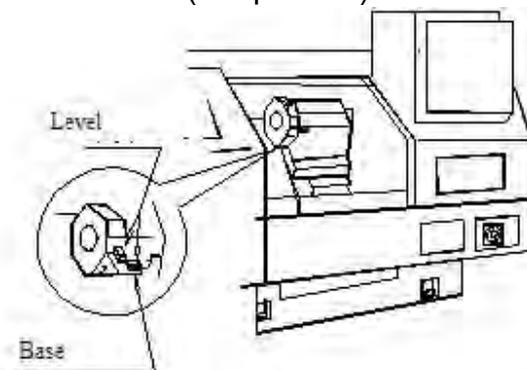

Рис. 25 Схема установки уровня
- ① Зажать тестовую деталь (длина зажима: 15-20 мм) с плотно затянутым центром задней бабки.
- ② Проточите тестовую деталь.
- ③ Измерьте конусность обработанной детали индикатором (измеряя между А и В).
- ④ Извлеките деталь и выдвините шпиндель задней бабки. Закрепите индикатор на переднем конце шпинделя задней бабки и отрегулируйте стрелку его на ноль («0»).
- ⑤ Ослабьте 4 блокировки винта, чтобы корпус задней бабки освободился от основания.
- ⑤ Регулирование горизонтального направления центрирования может быть достигнута регулировкой винтов, установленных на переднем и заднем концах корпуса задней бабки. При регулировке ослабьте винт с одной стороны и поверните винт с другой стороны, наблюдая за показанием индикатора, настраивая шпиндель задней бабки на половину разности измеренного значения (А-В).
- ⑥ Повторите точение после затягивания 4 винтов.
- ⑧ Если конусность тестовой детали, повторите шаги ③ - ⑦.
- Проверка уровня станины (см. рис. 25)